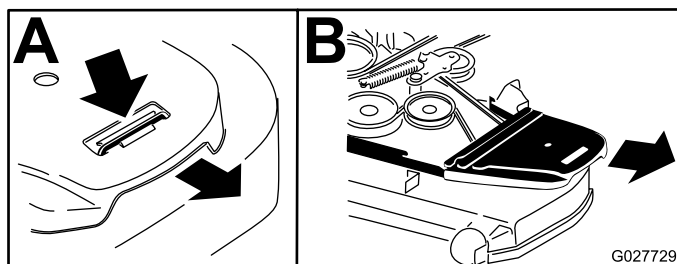

Figura 73
5. Retire la cubierta de plástico de la correa (Figura 73).
6. Retire las cubiertas de la correa (Figura 73).